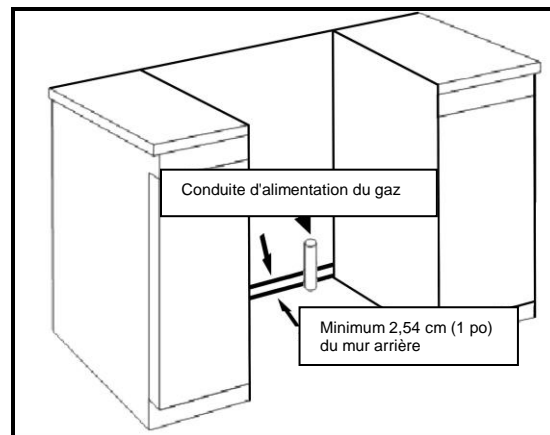

Figure 2
- L'alimentation en gaz doit être située près de l'ouverture pour cet appareil et doit être d'une distance minimale de 2,5 cm (1 po) du mur arrière. (Voir la figure 2)